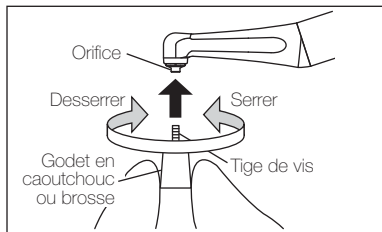

Fig. 2
- 2) Tournez dans le sens horaire pour serrer la tige de vis. (Fig. 2)